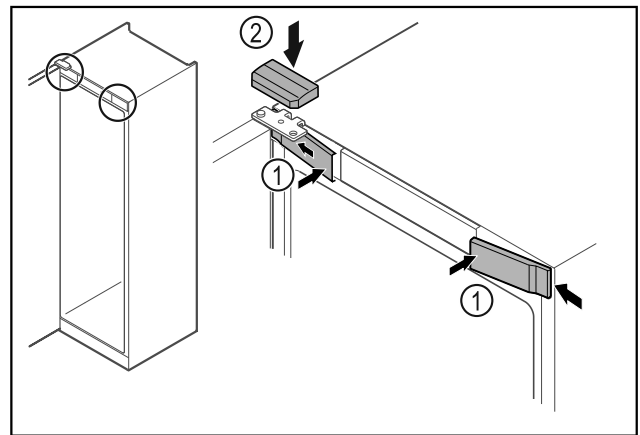

Fig. 66
- ▶ Передні кришки Fig. 66 (1) зачепити збоку та зафіксувати.
- ▶ Зафіксуйте верхню кришку Fig. 66 (2) зверху.